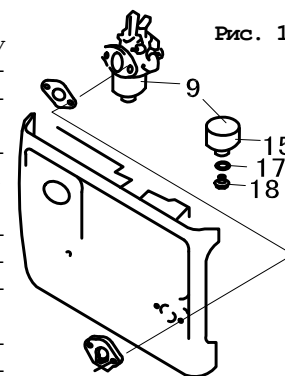

Рис. 11
9.5.3. Слить топливо из поплавковой камеры поз. 15 карбюратора, вывинтив болт поз. 18 (рис. 11), придерживая камеру поз. 15. После слива устано-